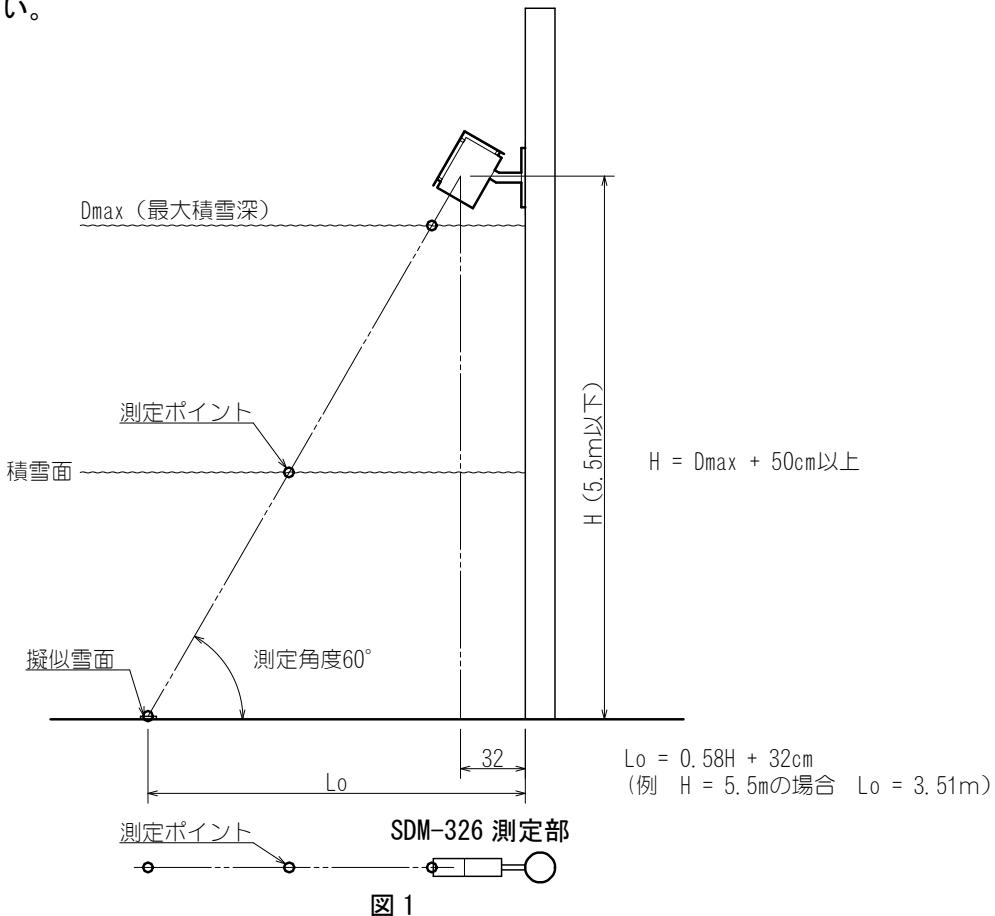

図 1
- ① 測定する雪面に凹凸ができない場所
- ② 吹きだまりや除雪による影響のない場所
- ③ 積雪深を測定するポイントは、測定面と測定角度 60° を持たせてあるため、図1のように積雪面の変動とともに測定ポイントが変動します。予め留意の上設置場所を決めてください
- ④ 測定部とデータ処理装置を接続するケーブルは、標準で 20m を付属しております。20m 以上離れた場所に設置する場合は、最大 100m (オプション) までご用意しております。お問い合わせください。